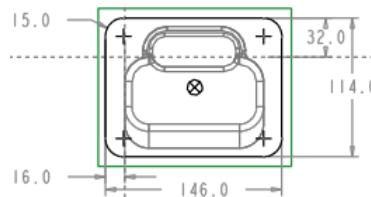

图 4.10 截面草图
④ 绘制“束子”轮廓。进入草绘环境后，选取 **MOLD_FRONT** 和 **MOLD_RIGHT** 基准平面为草绘参考，在“参考”对话框中单击 **关闭 (C)** 按钮，绘制图 4.10 所示的截面草图。